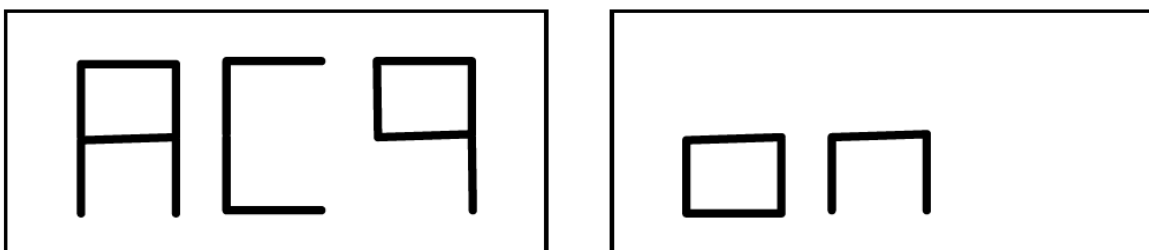

Bild F3.7
2. Wählen Sie die Ebenenerfassung indem Sie [P2] drücken, bis der Schriftzug “ACq” im linken Display angezeigt ist, wie in Bild F3.7. Wenn die Maschine eingeschaltet wird, ist der Erfassungsmodus automatisch eingeschaltet.